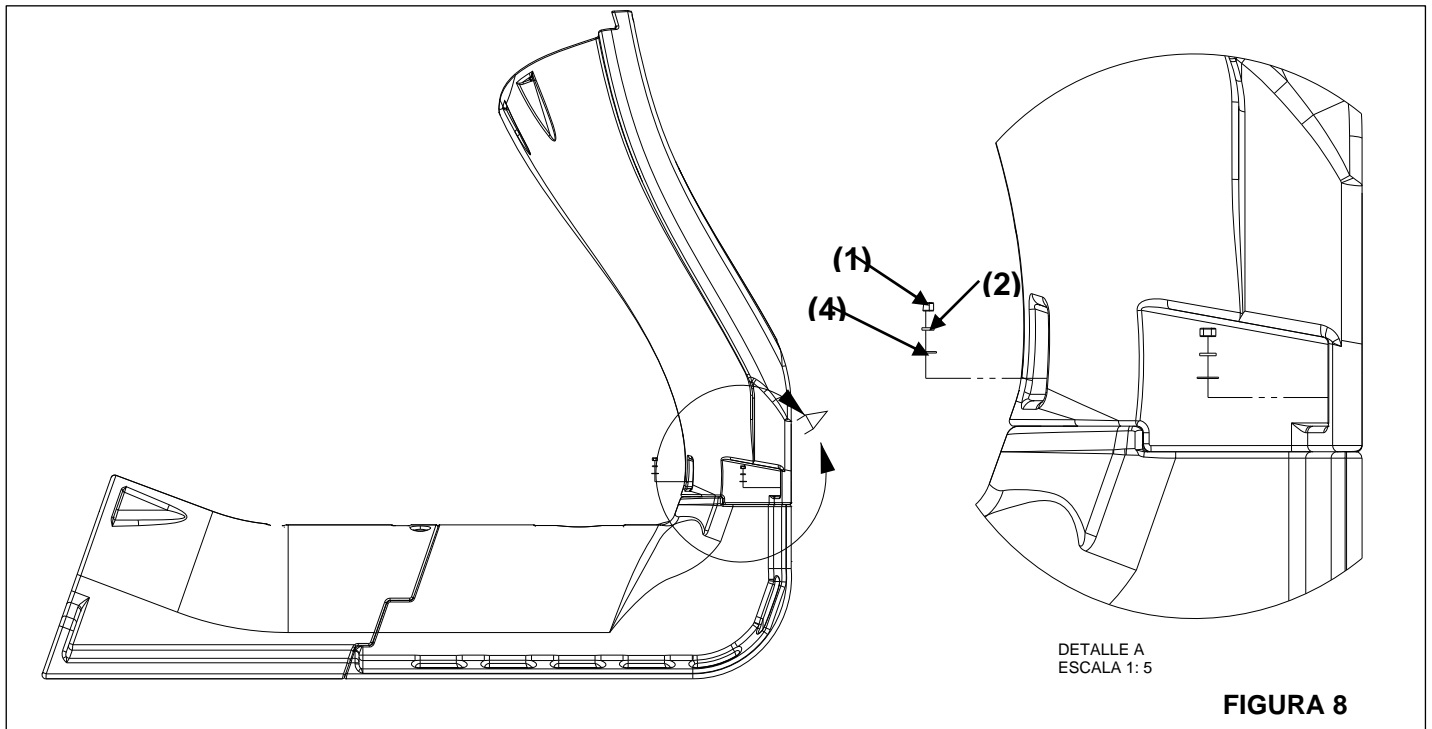

FIGURA 8
8) Alinee los espárragos que sobresalen de la sección superior de la escalera con los orificios de la sección superior de la pista. Fije la pista a la escalera mediante la tornillería que se muestra en la Figura 8. Apriete los tornillos hasta que las arandelas de presión estén completamente comprimidas. **Notas: se podría necesitar más de una persona para llevar a cabo este paso. Verifique que el material de junta esté bien adherido antes de montar las piezas. No olvide aplicar lubricante anti-atascamiento a todos los espárragos para evitar corrosión por frotamiento.**